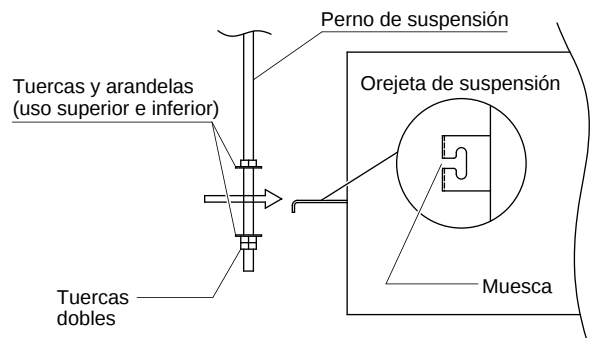

Fig. 3-79
- (1) Cuando coloque la unidad en el interior del techo, determine el paso de los pernos de suspensión consultando los datos sobre dimensiones de la página anterior. Los tubos deben colocarse y conectarse dentro del techo cuando se suspenda la unidad. Si el techo ya está construido, disponga las tuberías en sus posiciones para la conexión con la unidad antes de poner la unidad dentro del techo.
- (2) Atornille los pernos de suspensión, dejando que sobresalgan del techo como se muestra en el diagrama. (Si es necesario, corte el material que compone el techo). (Fig. 3-79)